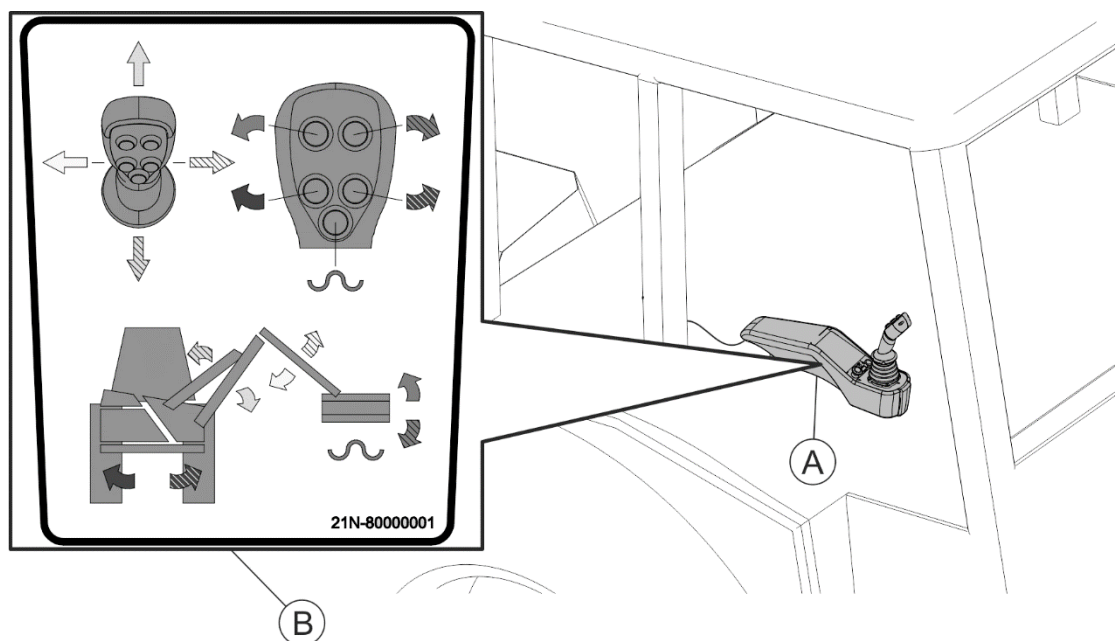

FIGURA 4.4 Panoul de control cu joystick al brațului multifuncțional WWT604D în interiorul cabinei suportului de unelte (tractor) împreună cu pictogramă.
- Panoul de control cu joystick (A) (FIGURA 4.4) brațului multifuncțional WWT604D fixați pe interiorul cabinei suportului de unelte (tractorului) în loc care permite manevrarea lejeră a elementelor de control din scaunul operatorului al suportului de unelte (tractor). Panoul de control trebuie să fie fixat stabil în mod care nu afectează construcția de protecție a suportului de unelte (tractor). Ștecherul circuitului electric la panoul de comandă (A) (FIGURA 4.4) trebuie să fie conectată la priza sistemului electrohidraulic al brațului multifuncțional.
Controlarea brațelor al brațului multifuncțional și capul de lucru se efectuează cu ajutorul sistemului de control și joystick poziționată în interiorul suportului de unelte (tractor) (FIGURA 4.4).